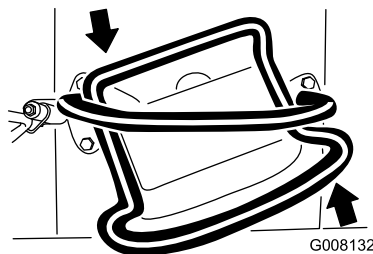

Figure 9
- Pour tourner à gauche, tournez la commande de déplacement dans le sens antihoraire (Figure 9).